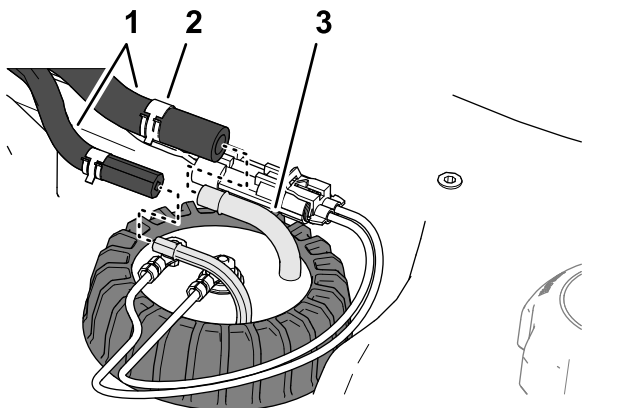

Bild 124
5. Montieren Sie die Schläuche auf die Anschlussstücke des Kraftstoff-Füllstandssensors und befestigen Sie die Schläuche mit den Schellen an den Anschlussstücken (Bild 124).